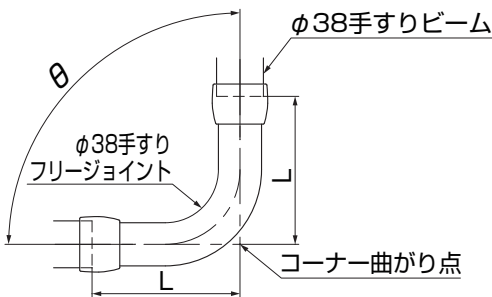

図3-6
- φ38手すりフリージョイントは、傾斜・コーナー角度により、コーナー曲がり点からφ38手すりビーム端部までの距離が変わります。φ38手すりビームの切詰めでは、図3-6・表3-1を参照してください。
② φ38手すりフリージョイントを傾斜・コーナー角度に合わせて曲げてください。